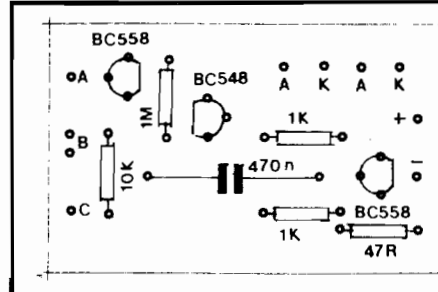

Fig. 4
- FIG. 4 - O "chapeado" da montagem, ou seja: a placa agora vista pelo lado não cobreado, com todas as principais peças já posicionadas e soldadas... Os componentes estão - um a um - identificados em seus códigos, valores e outros detalhes importantes... Observar, principalmente, os códigos e posições dos três transistores (qualquer troca ou inversão nesses itens, e o TERMO-MONITOR não funcionará...). Atenção aos valores dos resistores, em função das posições que ocupam... Façam toda a preparação, limpeza, soldagem e verificação, sob os cuidados exaustivamente mencionados nas "Aulas" anteriores do ABC. O corte das "sobras" de terminais (pelo lado cobreado) apenas deve ser feito ao final, depois de tudo "conferidíssimo"...